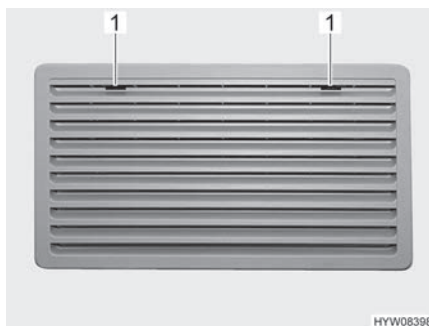
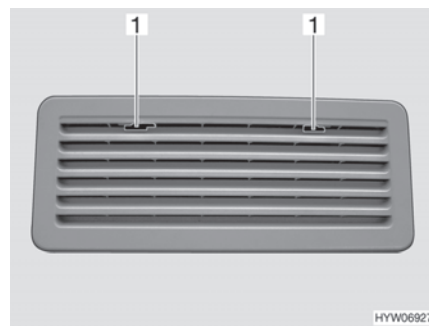

Bild 134 Kylskåpets ventilationsgaller
Bild 135 Kylskåpets ventilationsgaller
- Skjut spärren (Bild 134,1 eller Bild 135,1) till mitten.